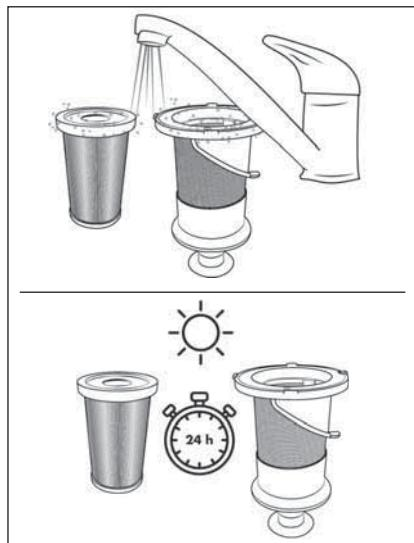

Abb. 22
- 5) Spülen Sie den EPA-Filter 5 und den Edelstahlfilter 6 unter kaltem oder lauwarmem Wasser aus. Lassen Sie den EPA-Filter 5 und den Edelstahlfilter 6 vollständig an der Luft trocknen, bevor Sie sie wieder in den Staubbehälter 7 einsetzen (siehe Abb. 22).